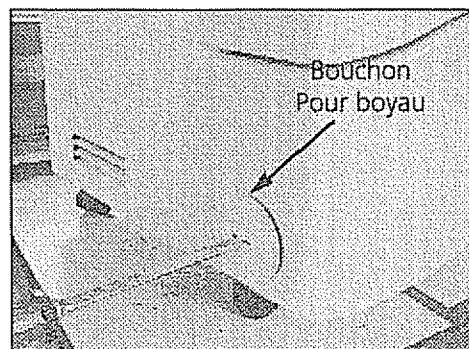

Figure 3
**Note :** Pour utiliser l'une ou l'autre des méthodes de drainage direct ci-haut, vous devez en premier lieu percer un trou de 3/8 " (10mm) au centre de la prise du seau (Pour vous aider, utilisez la marque de démarrage pour mèche (Figure 3)). Ce trou permettra la circulation de l'eau vers la prise. Pour refermer la prise, utilisez tout capuchon standard de boyau. **Le bouchon recouvrant la prise ne peut sceller l'ouverture.**